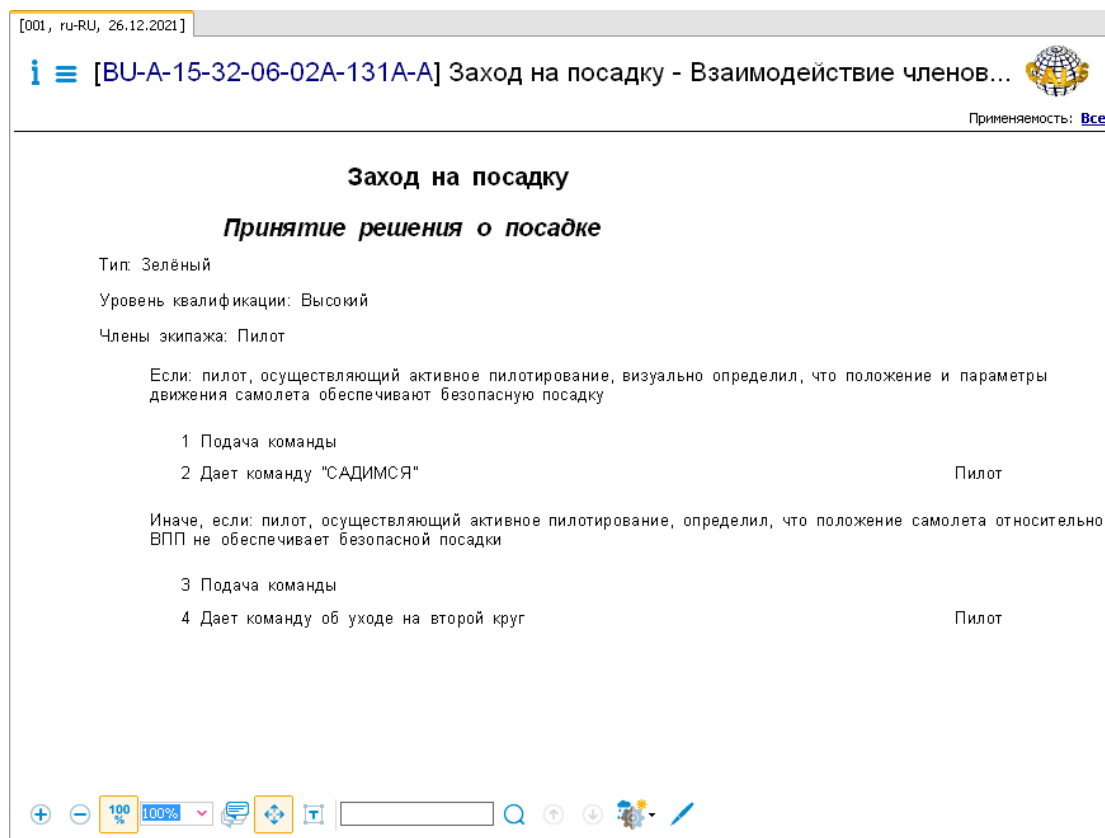

Рис. 187
2. На вкладке **Структура** выберите МД типа «Информация для экипажа/эксплуатирующего персонала». В окне просмотра появится содержимое МД (Рис. 187).